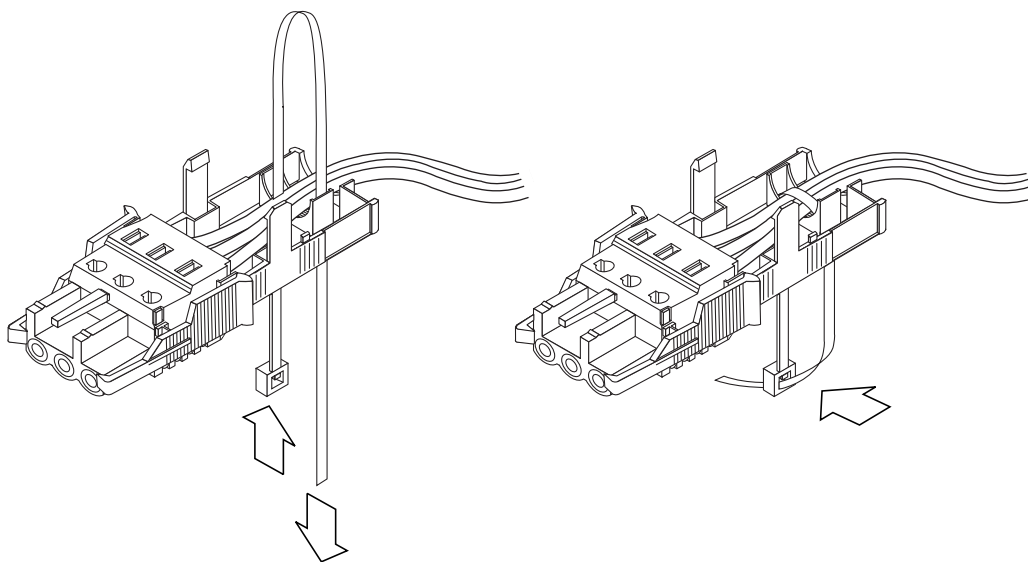

BILD 2-11 Fästa ledningarna i hållaren
3. Trä buntbandet runt den nedre delen av hållaren enligt beskrivningen i BILD 2-11.